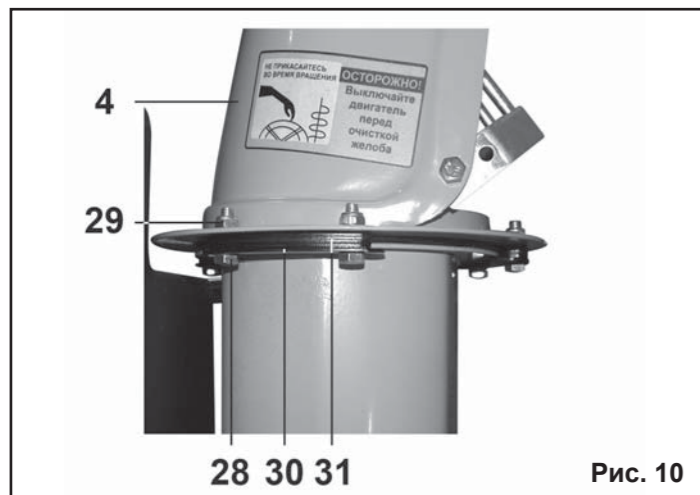

Рис. 10
**6.4. Установка желоба (Рис.10).**